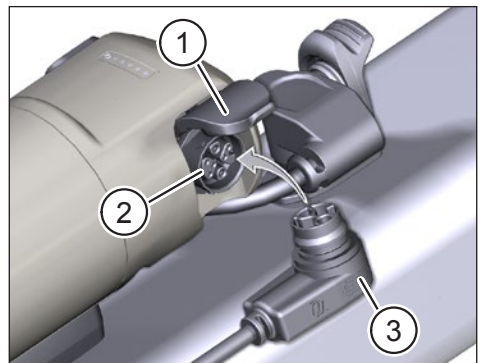

Abb. 3: Range Extender laden
- ▶ Klappen Sie die Abdeckung (Pos. 1 in Abb. 3) am Ladeport des Range Extender auf.
- ▶ Kontrollieren Sie, dass die Kontakte im Ladeport (Pos. 2 in Abb. 3) frei von Verschmutzungen sind und reinigen Sie diese bei Bedarf.
- ▶ Stecken Sie den Ladestecker (Pos. 3 in Abb. 3) des Chargers in den Ladeport des Range Extender.